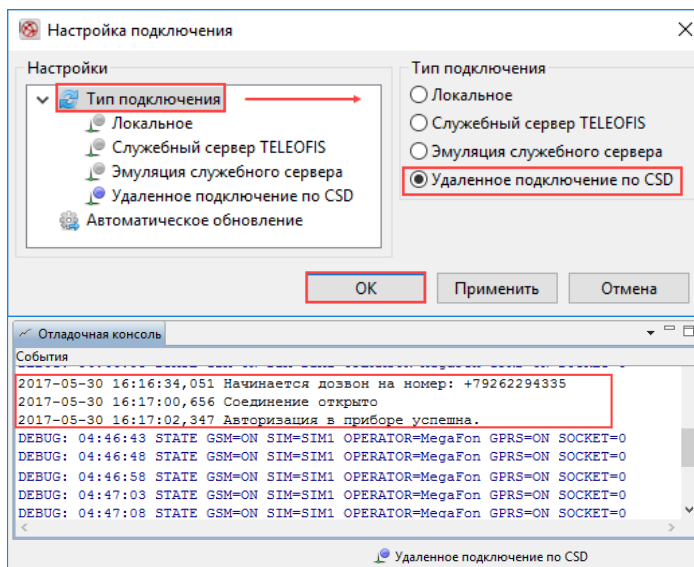

Рис. 37. Подключение по CSD.
6. Нажмите **Тип подключения**, в правой части окна выберите тип **Удаленное подключение по CSD** и нажмите **ОК**, чтобы сохранить изменения (Рис. 37).